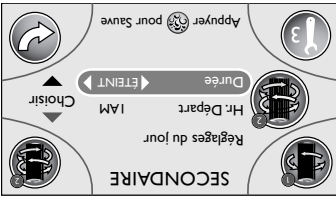

Figure 1
6. Maintenant, vous devrez régler la « Durée » du cycle de filtration (Figure 1). La plage de durée du cycle varie de 0 (ETEINT) à 120 minutes. Appuyer sur le bouton gauche ou droit sur le clavier quadrupte pour effectuer les réglages par incréments de 15 minutes.